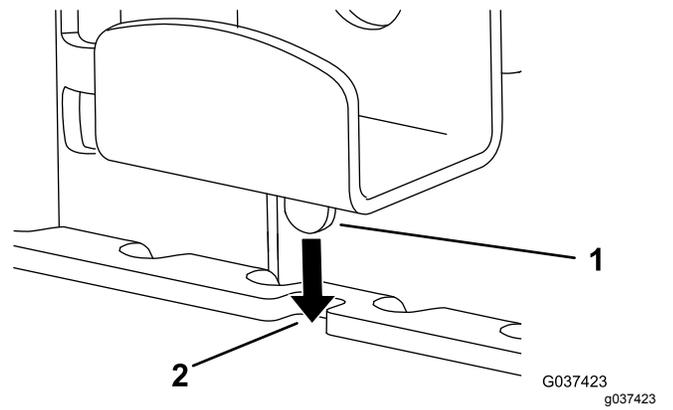

Figura 17
2. Afloje el pomo y baje el soporte superior, insertando la pestaña en la muesca del soporte de bisagra (Figura 17).